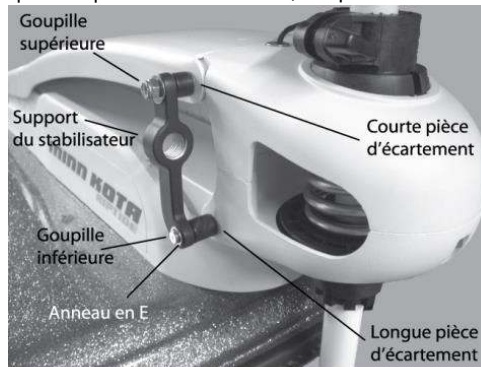

Fig. 1
7. Installez le support du stabilisateur sur les goupilles supérieure et inférieure, tel qu'illustré à la Fig. 1.